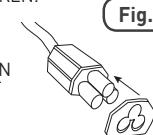

Fig.1
- ⚠️ STELLEN SIE BEIM EINSATZ DES HEIZGERÄTES IN EINEM BEREICH, IN DEM ES MIT WASSER IN BERÜHRUNG KOMMEN KÖNNTE, UND ZUR FORTLAUFENDEN EINHALTUNG DER IP44-BEWERTUNG SICHER, DASS DAS NETZKABEL AUF DEM STECKERENDE MIT DER SCHWARZEN SCHAUMDICHTUNG VERSEHEN IST, BEVOR ES IN DAS SUPERFLACHE HEIZGERÄT GESTECKT WIRD [ABB. 1].**